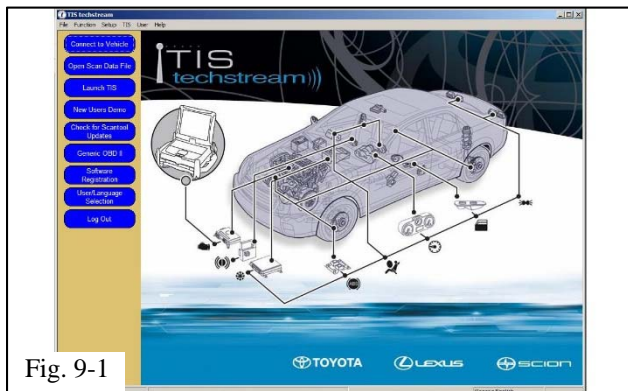

Fig. 9-1
- (d) Click “Connect to Vehicle” button (Fig. 9-1).